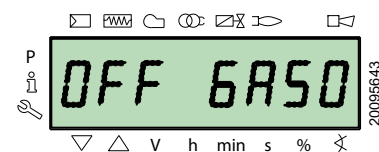

Abb. 42
- Heizölbetrieb "OFF GASO" (Abb. 42)